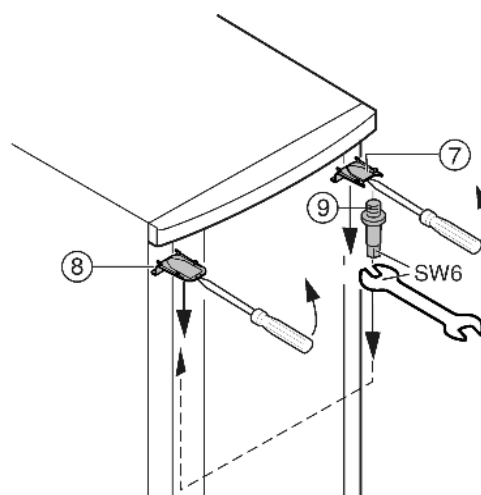

Fig. 6
- Faire déclipeter le cache Fig. 6 (7) en haut et le cache Fig. 6 (8) avec un tournevis devant et l'enlever diagonalement vers le bas.
- Dévisser le pivot d'appui Fig. 6 (9) et le visser du côté opposé (**avec 4 Nm**).
- Remonter le cache Fig. 6 (7) du côté du pivot d'appui : l'insérer par l'arrière et l'encliquer sur l'avant.
- Monter le cache Fig. 6 (8) sur le côté opposé: l'insérer par l'arrière et l'encliquer sur l'avant.
- Accrocher la porte dans le pivot d'appui Fig. 6 (9) supérieur.